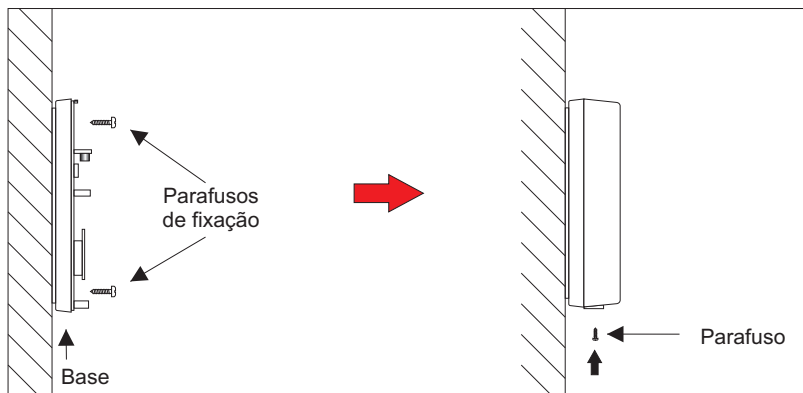

Figura 7
- Fixe a base na superfície escolhida através de 2 parafusos (Figura 7);